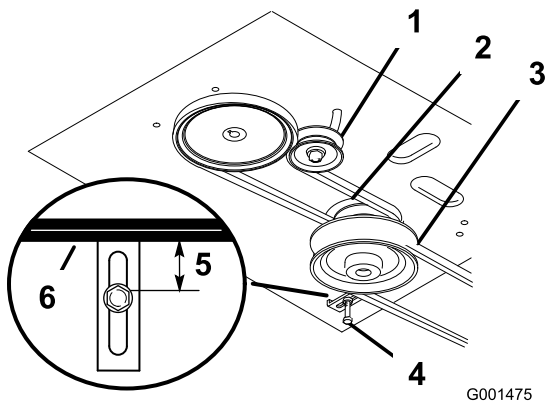

Figura 46
8. Compruebe que la guía de la correa, situada debajo del bastidor del motor, está ajustada correctamente (Figura 46).
Nota: La distancia entre la guía de la correa y la correa del cortacésped debe ser de 19 mm (3/4") cuando la correa del cortacésped está engranada (Figura 46). Ajuste la correa del cortacésped si es necesario. La correa no debe rozar ni salirse de la polea si las guías y la tensión de la correa están correctamente ajustadas.